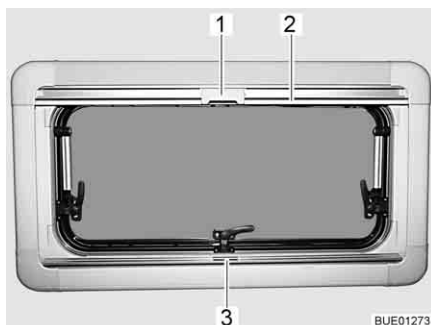
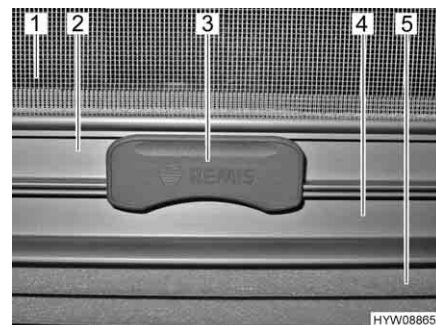

Fig. 59 Finestra apribile
Fig. 60 Aggancio
La tendina oscurante pieghevole (Fig. 60,5) è montata nella cassetta inferiore.
- Afferrare la tendina oscurante pieghevole per la parte centrale della barra di presa (Fig. 59,3 e Fig. 60,4), tirarla dal basso verso l'alto e rilasciarla nella posizione desiderata. La tendina oscurante pieghevole rimane in questa posizione.
La zanzariera a rullo (Fig. 60,1) è montata nella cassetta superiore.
- Tirare la zanzariera a rullo accompagnandola con la barra di presa (Fig. 59,2 e Fig. 60,2) verso il basso, fino a quando la barra di presa non arriva a contatto con la tendina oscurante pieghevole (Fig. 60,4).
- Bloccare l'aggancio (Fig. 59,1 e Fig. 60,3) della zanzariera a rullo nella barra di presa della tendina oscurante pieghevole. Se l'aggancio risulta bloccato, la tendina oscurante pieghevole e la zanzariera a rullo possono essere spostate insieme.
- Premere in alto l'aggancio (Fig. 60,3) sulla zanzariera a rullo.
- Ricondurre lentamente la zanzariera a rullo accompagnandola con la barra di presa (Fig. 59,2).